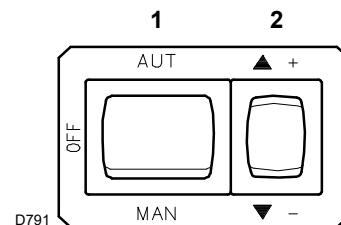
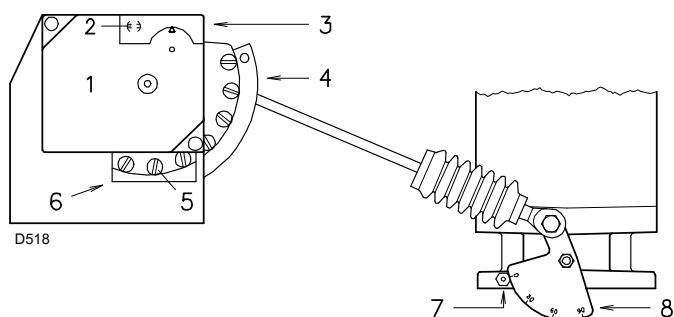

Fig. 29
Fig. 31
Chiudere i telecomandi e mettere l'interruttore 1)(Fig. 29) in posizione "MAN".
Premere il pulsante 2)(Fig. 29 a pag. 23) "diminuzione potenza" (▼ -) e tenerlo premuto fino a quando il servomotore ha chiuso la serranda aria e la farfalla del gas a 20° (regolazione fatta in fabbrica).
- Se bisogna aumentarla, premere un poco il pulsante 2)(Fig. 29 a pag. 23) "aumento potenza" (▲ +) (aprire di 10-15° la farfalla del gas), aumentare l'angolo camma III (Fig. 28 a pag. 23) con piccoli spostamenti successivi, cioè portarsi dall'angolo 20° a 22° - 24°....
Variare in progressione il profilo iniziale della camma 4)(Fig. 31) agendo sulle viti della camma che compaiono all'interno dell'apertura 6). Possibilmente non ruotare la prima vite: è quella che deve portare la serranda dell'aria alla totale chiusura.
Legenda (Fig. 31)
Nella descrizione che precede abbiamo lasciato il bruciatore acceso, funzionante alla potenza MIN. Premere ora il pulsante 2) (Fig. 29 a pag. 23) "aumento potenza" (▲ +) e tenerlo premuto fino a quando il servomotore ha aperto la serranda aria e la farfalla del gas a 90°.
Variare in progressione il profilo finale della camma 4)(Fig. 31) agendo sulle viti della camma che compaiono all'interno dell'apertura 6).
Premere un poco il pulsante 2)(Fig. 29 a pag. 23) "aumento potenza" ($\Delta +$) in modo che una nuova vite 5)(Fig. 31) appaia all'interno dell'apertura 6)(Fig. 31), regolarla fino ad ottenere una combustione ottimale. Procedere allo stesso modo con le viti successive.
Spegnere il bruciatore agendo sull'interruttore 1)(Fig. 29 a pag. 23), posizione OFF, svincolare la camma a profilo variabile mettendo in posizione verticale l'intaglio 2) (Fig. 31) dal servomotore, e verificare più volte ruotando a mano la camma avanti ed indietro che il movimento sia morbido e privo di imputamenti.